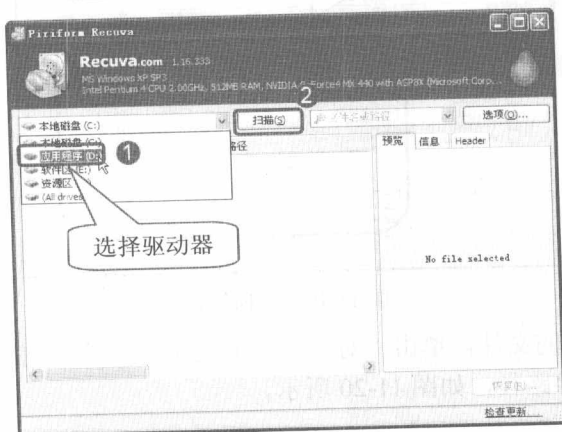

图 11-14 选择驱动器
步骤① 运行 Recuva 程序，在弹出的 Piriform Recuva 窗口中选择驱动器，在这里选择 D 盘，如图 11-14 所示。